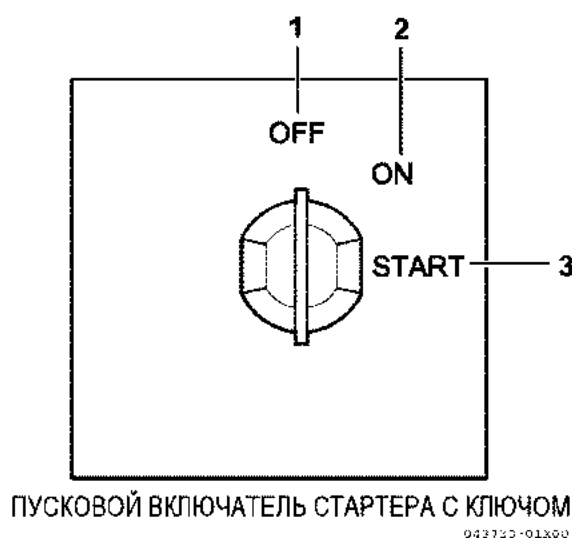

Рисунок 10
В положении OFF (ВЫКЛЮЧЕНО) – ключ стоит строго вертикально (Рисунок 10, (1)) - Ключ может быть вставлен или выпущен в этом положении.
Положение ON (ВКЛЮЧЕНО) (Рисунок 10, (2)) – В этом положении ключ находится во время работы двигателя. После запуска двигателя, ключ автоматически возвращается в это положение.
Положение START (ЗАПУСК) (Рисунок 10, (3)) – Необходимо повернуть ключ в это положение, чтобы запустить двигатель. Как только двигатель запустится, следует отпустить ключ, и он автоматически вернется в положение ON (ВКЛЮЧЕНО).